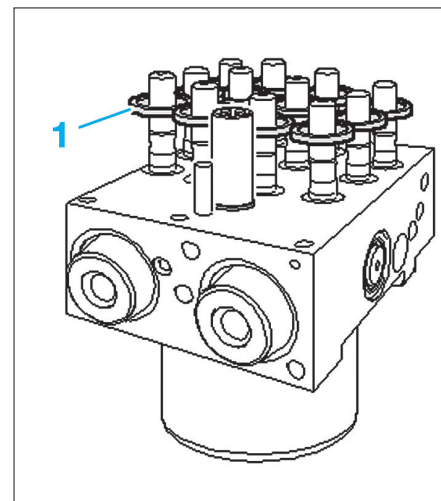

Fig. 21
- Pousser toutes les bagues-joints (1) légèrement sur les dômes d'électrovannes (Fig.21).